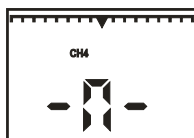

Рисунок 9.4
9.6 При превышении концентрацией контролируемого газа верхней границы диапазона показаний на индикаторе отображается надпись " – П – " (рисунок 9.4), включаются постоянные звуковая и световая сигнализации.